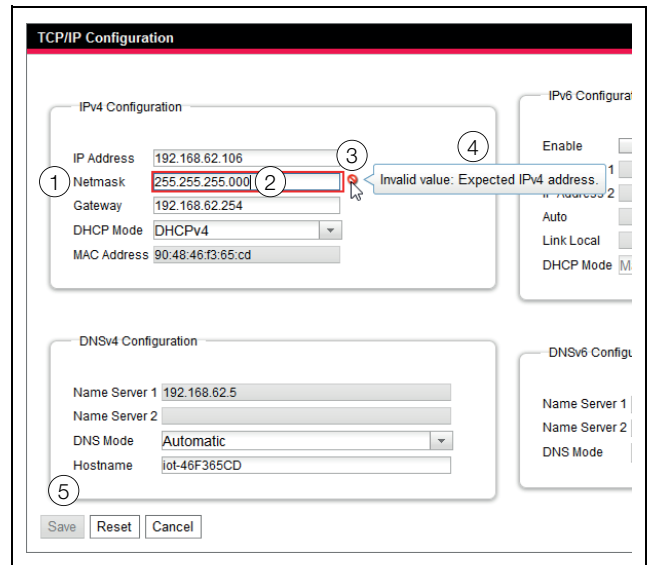

Abb. 22: Anzeige einer fehlerhaften Eingabe
- Hinter dem fehlerhaften Eintrag (Abb. 22, Pos. 2) im Feld **Netmask** (Abb. 22, Pos. 1) erscheint ein rotes „Verbotssymbol“ (Abb. 22, Pos. 3).
- Wenn Sie den Mauszeiger über das Verbotssymbol setzen, erscheint ein Hinweis mit Zusatzinformationen zum Fehler (Abb. 22, Pos. 4).
- Die Schaltfläche **Save** ist deaktiviert (Abb. 22, Pos. 5), so dass die aktuell hinterlegten Werte so nicht abgespeichert werden können.